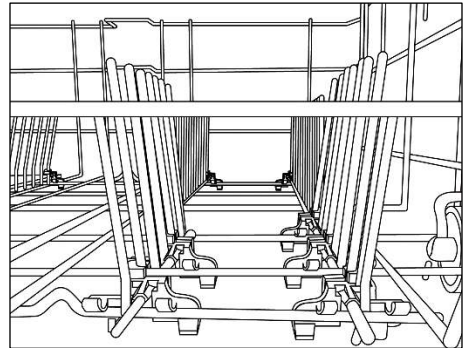
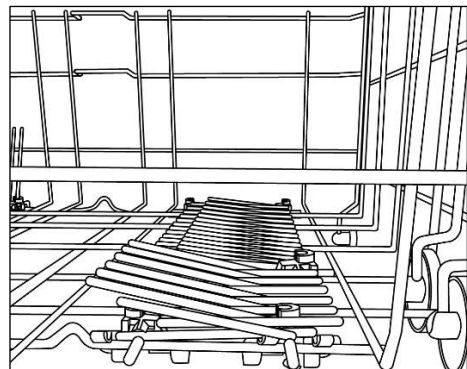

Abb. 2
Abb. 3
- Der Geschirrspüler wird mit einem Zulaufschlauch mit 3/4" Gewinding geliefert (Abb. 2).
• WATERBLOCK (Abb. 3)
2. Setzen Sie ihn dann langsam in der richtigen Position ein (Abb. 2).
ANMERKUNG: HEBEN ODER SENKEN SIE DEN KORB NIEMALS EINSEITIG (Abb. 3).
Klappbare Ablagen (Abb. 2 und Abb.3) können im unteren Korb eingesetzt werden, um die stabile Lagerung des Geschirrs zu gewährleisten. Die Ablagen können angehoben oder abgesenkt werden, um auch nicht standardmäßige Größen und/oder Formen aufzunehmen und so maximale Flexibilität zu bieten.
- Der zentrale Filterkorb ist herausnehmbar, um die Reinigung zu erleichtern (Abb. 2).
- Ziehen Sie schließlich die Siebplatte aus der Bodenwanne heraus wie in der (Abb.3) ersichtlich. Spülen Sie alle Teile gründlich unter fließendem Wasser und reinigen Sie diese eventuell mit einer Bürste.